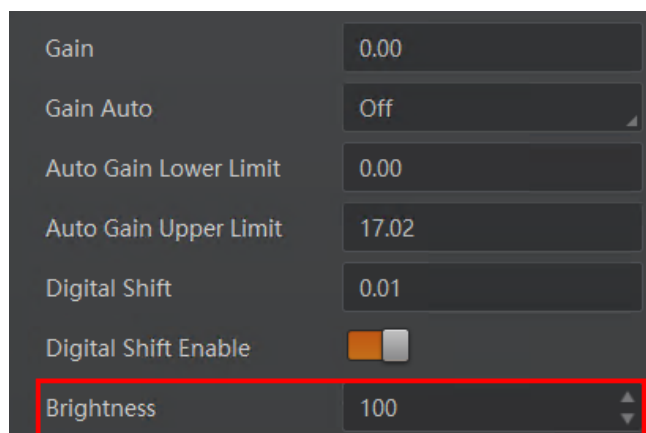

图10-26 亮度设置
2. 在 *Analog Control* 属性下，设置参数 *Brightness* 的值，如图10-26所示。亮度参数范围为 0 ~ 255。